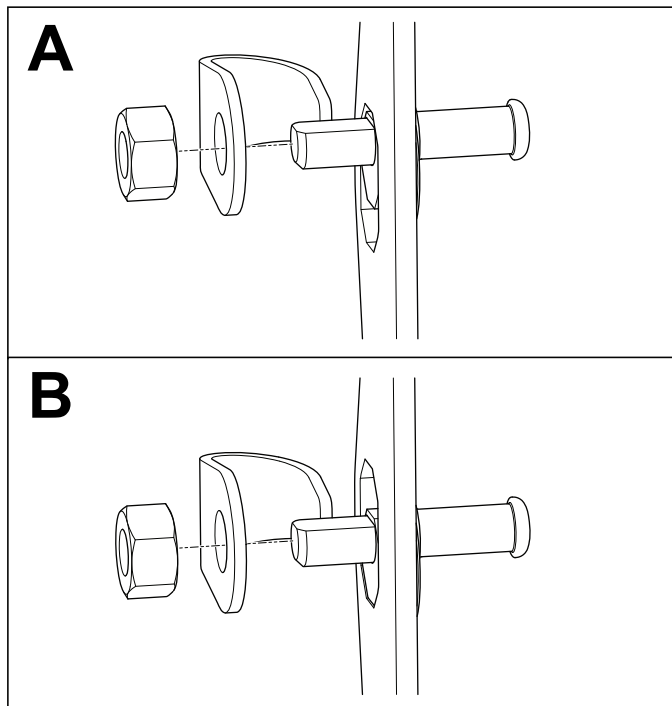

Рисунок 10
1. Установите по центру штифт защелки в монтажном кронштейне штифта защелки на балке (Рисунок 10).